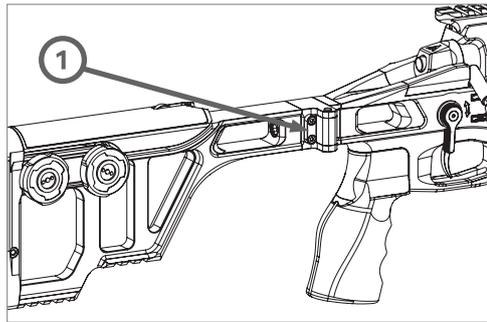
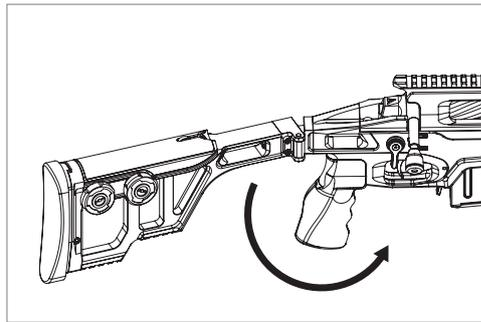

РИС.55
РИС.56
- ▲ Нажмите на кнопку фиксации приклада (поз.1, РИС.55) и одновременно начните складывание (указано стрелкой на РИС.56).
Для проверки приклада в разложенном состоянии, не нажимая на кнопку фиксации, потяните приклад в сторону складывания. Если приклад не складывается, значит он зафиксирован в исходном положении (РИС.55).